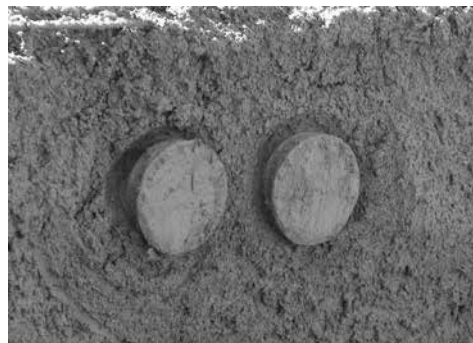

Figura 10
- D. El borde del frente de cada carcasa de chorro debe terminar incluso con la pared de la piscina interna. Raspar una ranura en forma de V alrededor de la carcasa de chorro de profundidad aproximada 1-1/2" para permitir que el yeso se adhiera contra la carcasa de chorro. Ver Figura 10.